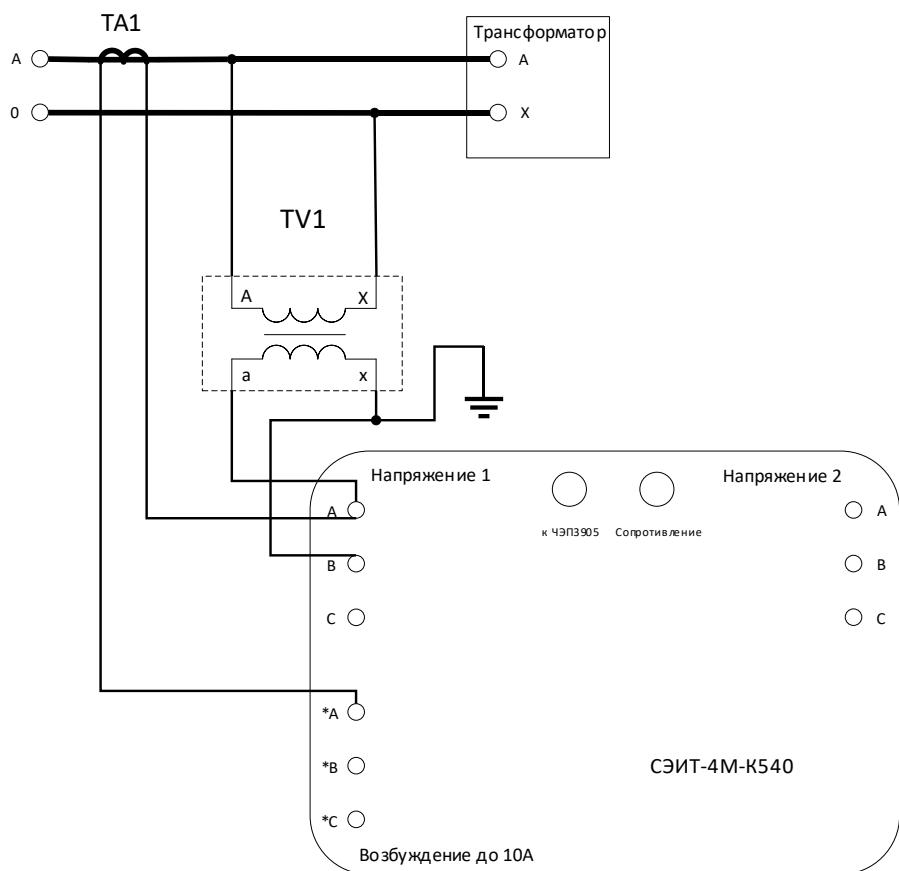

Рис. 26. Однофазная испытательная схема с использованием измерительных трансформаторов.
**5.5.2.1.** При однофазном подключении с использованием внешнего измерительного трансформатора напряжения (ИТН) должна использоваться схема, представленная на рис. 26.